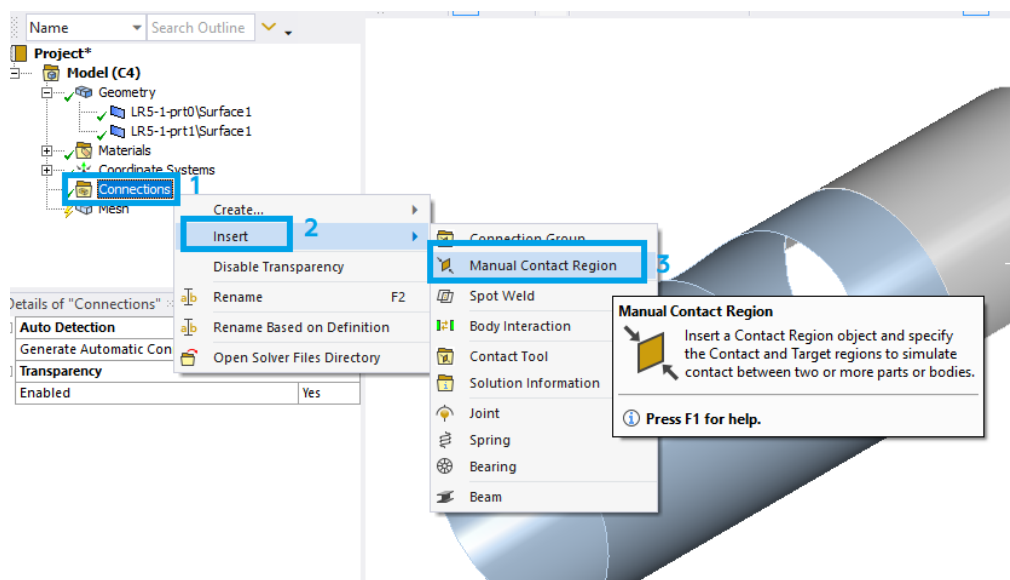

Рис. 18. Создаем контактный регион
15.3. Зададим контактные регионы (рис. 18):
- жмем ПКМ на **Connections** (1) – **Insert** (2) – **Manual Contact Region** (3) и задаем контактные области между двумя сегментами;